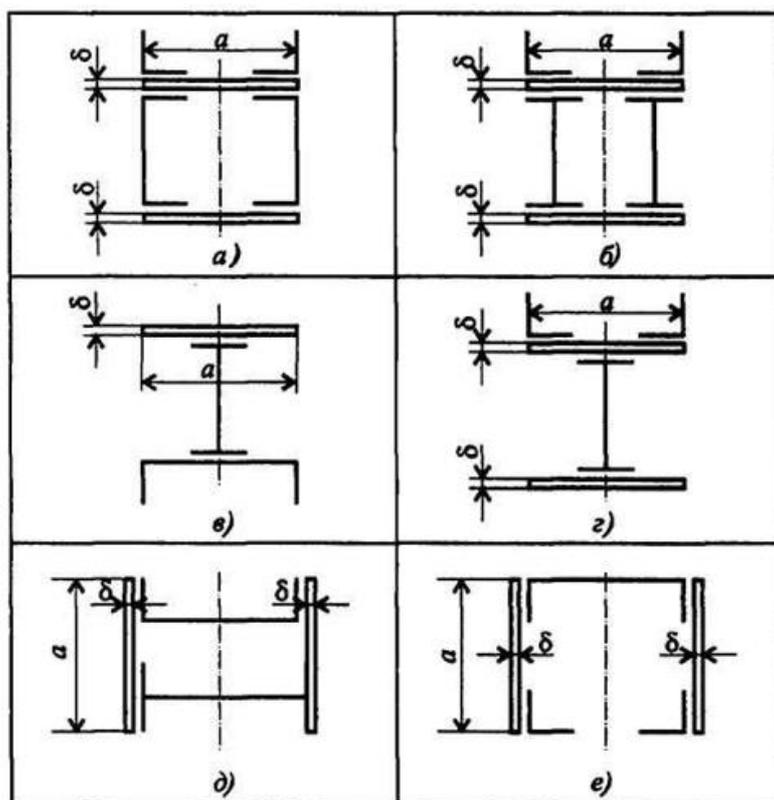

Рисунок 7.1 - Профили сечений
- ознакомиться с исходными данными, таблица 7.1, рис. 7.1;